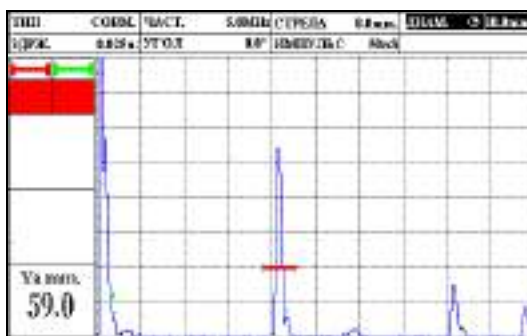

Рисунок 2.13 – Установка диаметра пьезопластины
6. Диаметр пьезопластины «ДИАМ.» (рис. 2.13), для прямоугольных пьезопластин необходимо указать диаметр, соответствующий площади пьезопластины:  $d = 2\sqrt{\frac{S}{\pi}}$ . Этот параметр необходим для постройки АРД диаграм (см. п. 2.4.10).